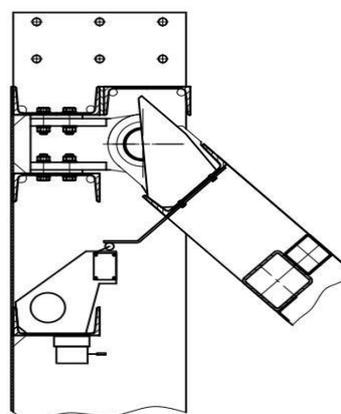
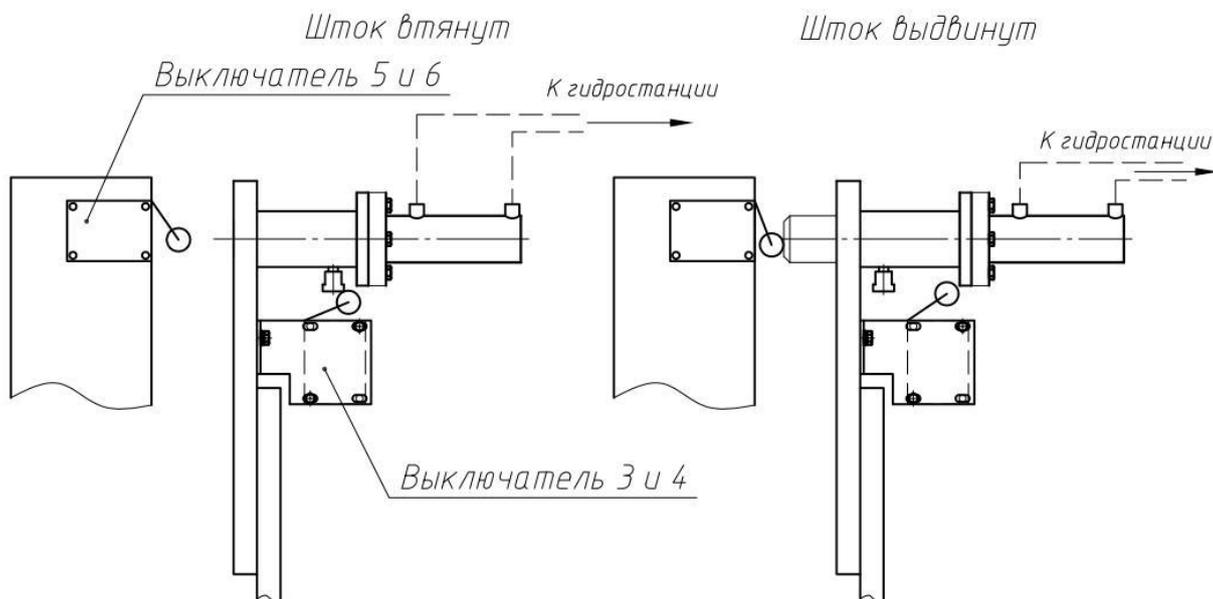

Рисунок 7.3
Рисунок 7.4
4.1.16 Проложить электрические кабели от блокиратора к шкафу управления (рис. 7.2) и подключить их в соответствии с маркировкой. Выключатель 1 должен срабатывать при полном выдвижении (крышка поднята) а выключатель 2 при полном втягивании (крышка опущена) гидроцилиндра подъема крышки (рис. 7.3). Выключатели 3 и 4 должны срабатывать при полном втягивании, а выключатели 5 и 6 при полном выдвижении гидроцилиндра фиксации (рис. 7.4).